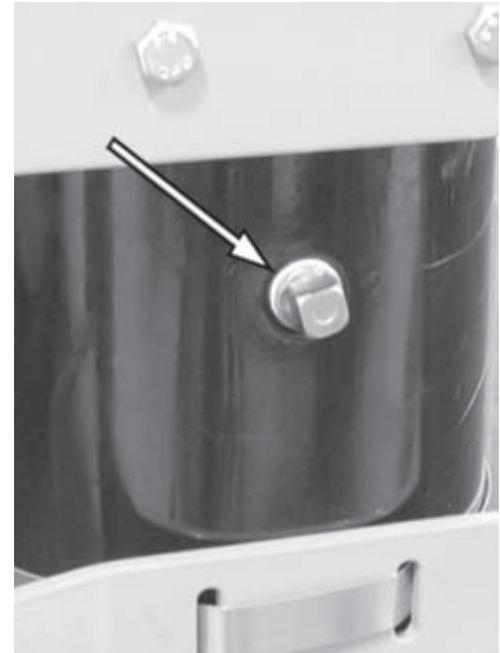

Figura 13.
2. Consulte la figura 13. Retire el tapón de llenado y drene el fluido.